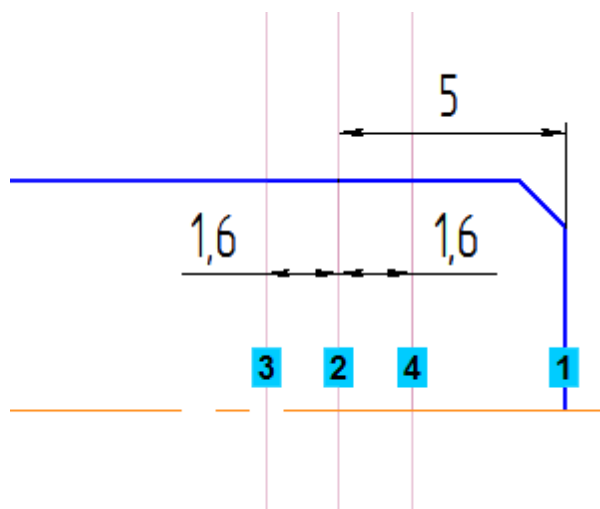

Рисунок 12.
- Постройте параллельные прямые 3 и 4 на расстоянии 1,6 мм по обе стороны от прямой 2 (рис.12).